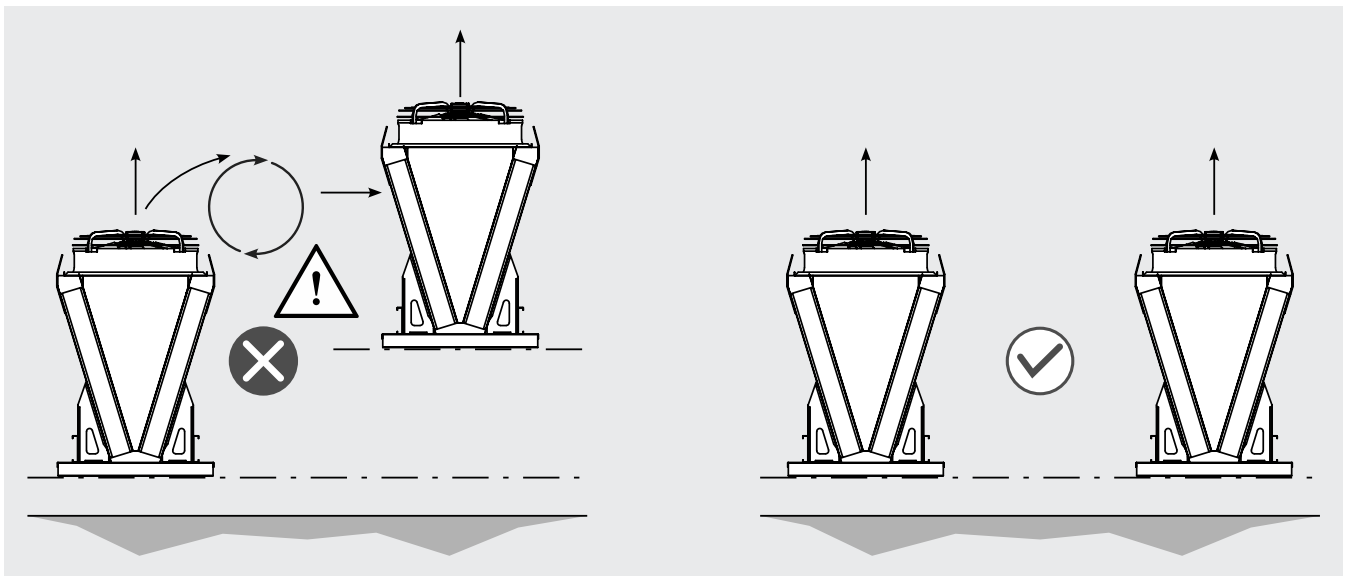

Figura 5
- 4.6 Todos los modelos deben instalarse de forma que los ventiladores estén a la misma altura para evitar la recirculación del aire. Véase la Figura 5.